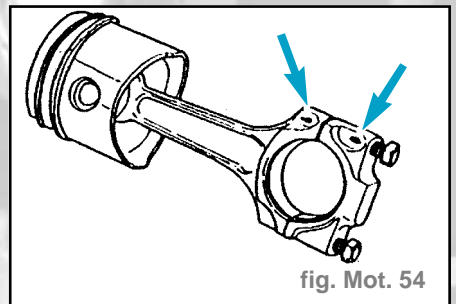

fig. Mot. 54
- Respecter la position du chapeau par rapport à la bielle (fig. Mot. 54).